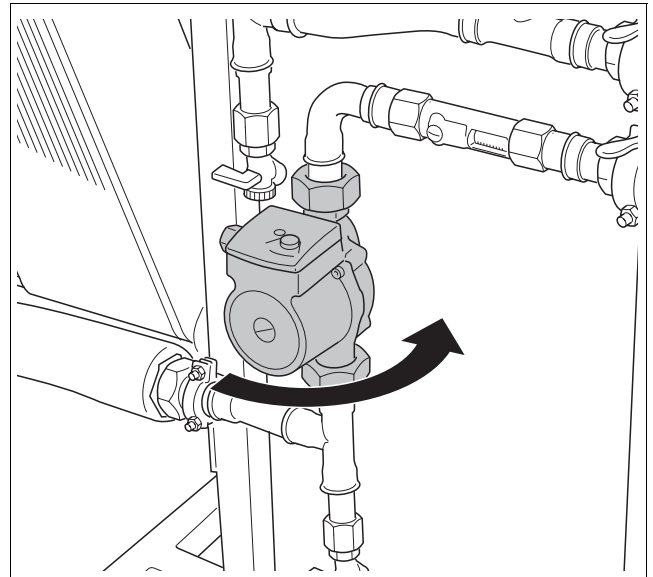

Bild 7 Umwälzpumpe PWT drehen
- ▶ Die Pumpenverschraubungen leicht lösen und die Umwälzpumpe PWT um 180° drehen (→ Bild 7).